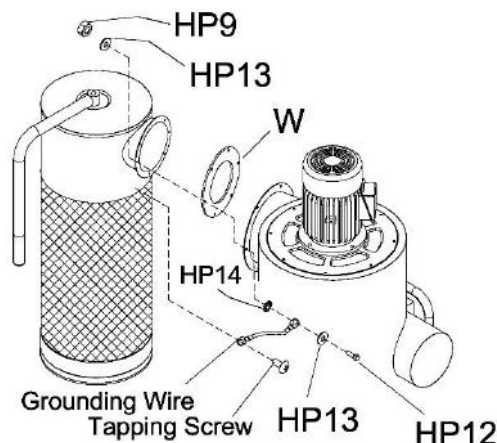

Abbildung 9
10. Platzieren Sie die Dichtung (W) zwischen Kanisterfilter und Hauptgehäuse. Montieren Sie den Kanisterfilter mit den Sechskantschrauben (HP12), Unterlegscheiben (HP13) und Muttern (HP9) am Hauptgehäuse. Sie müssen das Erdungskabel des Kanisterfilters am nächstgelegenen Anschlusspunkt befestigen, wie in Abbildung 9 dargestellt
Das Erdungskabel ist bereits am Kanisterfilter angebracht. Wenn Sie den Kanisterfilter am Hauptgehäuse installieren, müssen Sie das Erdungskabel wie in Abbildung 9 gezeigt mit dem Hauptgehäuse verbinden. Verwenden Sie beim Herstellen dieser Verbindung unbedingt die Sternscheibe (HP14). Positionieren Sie die Sternscheibe (HP14), das Erdungskabel und die Unterlegscheibe (HP13) wie in Abbildung 9 dargestellt.